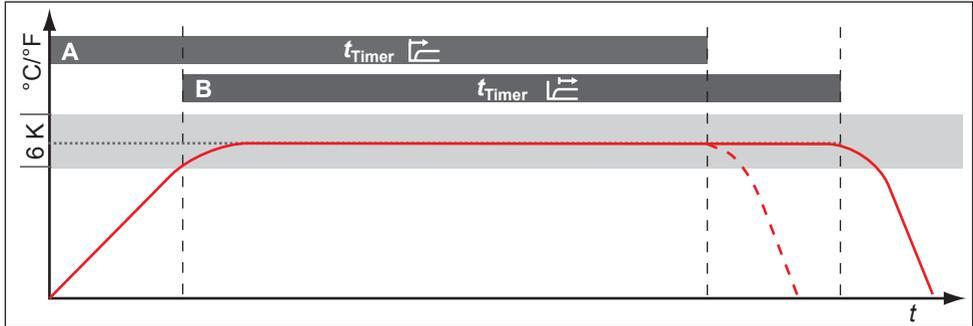

Fig. 26 Modo timer
Con este ajuste se puede definir si el reloj de cuenta atrás digital con indicación del valor nominal (temporizador, véase la página 29) debe funcionar según los valores nominales, es decir, si el tiempo de funcionamiento con temporizador no debe empezar a contar hasta alcanzar una banda de tolerancia de $\pm 3\text{ K}$ con respecto a la temperatura nominal (Fig. 26, B), o si debe hacerlo ya inmediatamente después de la activación del temporizador (A).